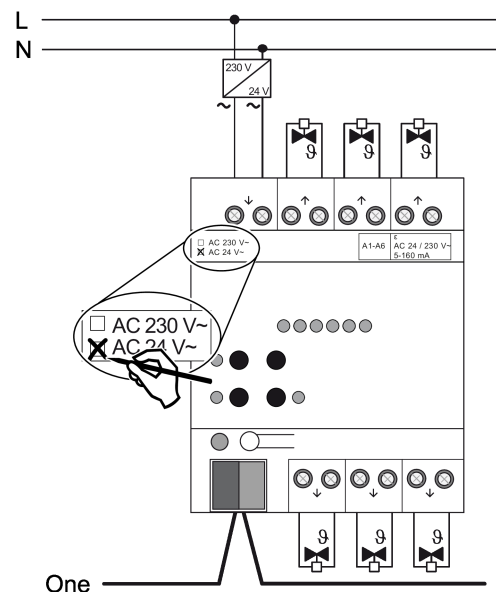

Figura 4: Collegamento attuatori 24 V
- Collegare gli attuatori AC 24 V secondo lo schema elettrico degli allacciamenti (Vedi figura 4).